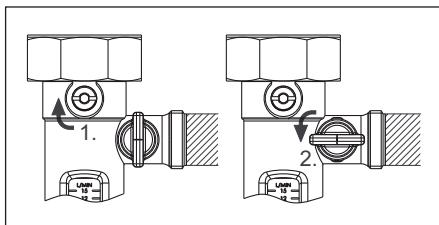

Fig. 6.15 Clapet ATS et robinet de vidange à tournant sphérique
3. Fermer le robinet à tournant sphérique supérieur du débitmètre en mettant la vis de réglage en position horizontale. Ouvrir le robinet à tournant sphérique latéral du débitmètre dans le tournant de 90° vers la gauche (fig. 6.15).